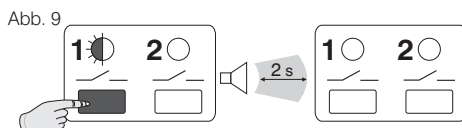

Abb. 9
- **Zur Aufhebung der Zuweisung: die Taste 1** gedrückt halten, bis ein einzelnes, akustisches Signal ertönt; dann die Taste loslassen; **LED 1** erlischt (Abb. 9).